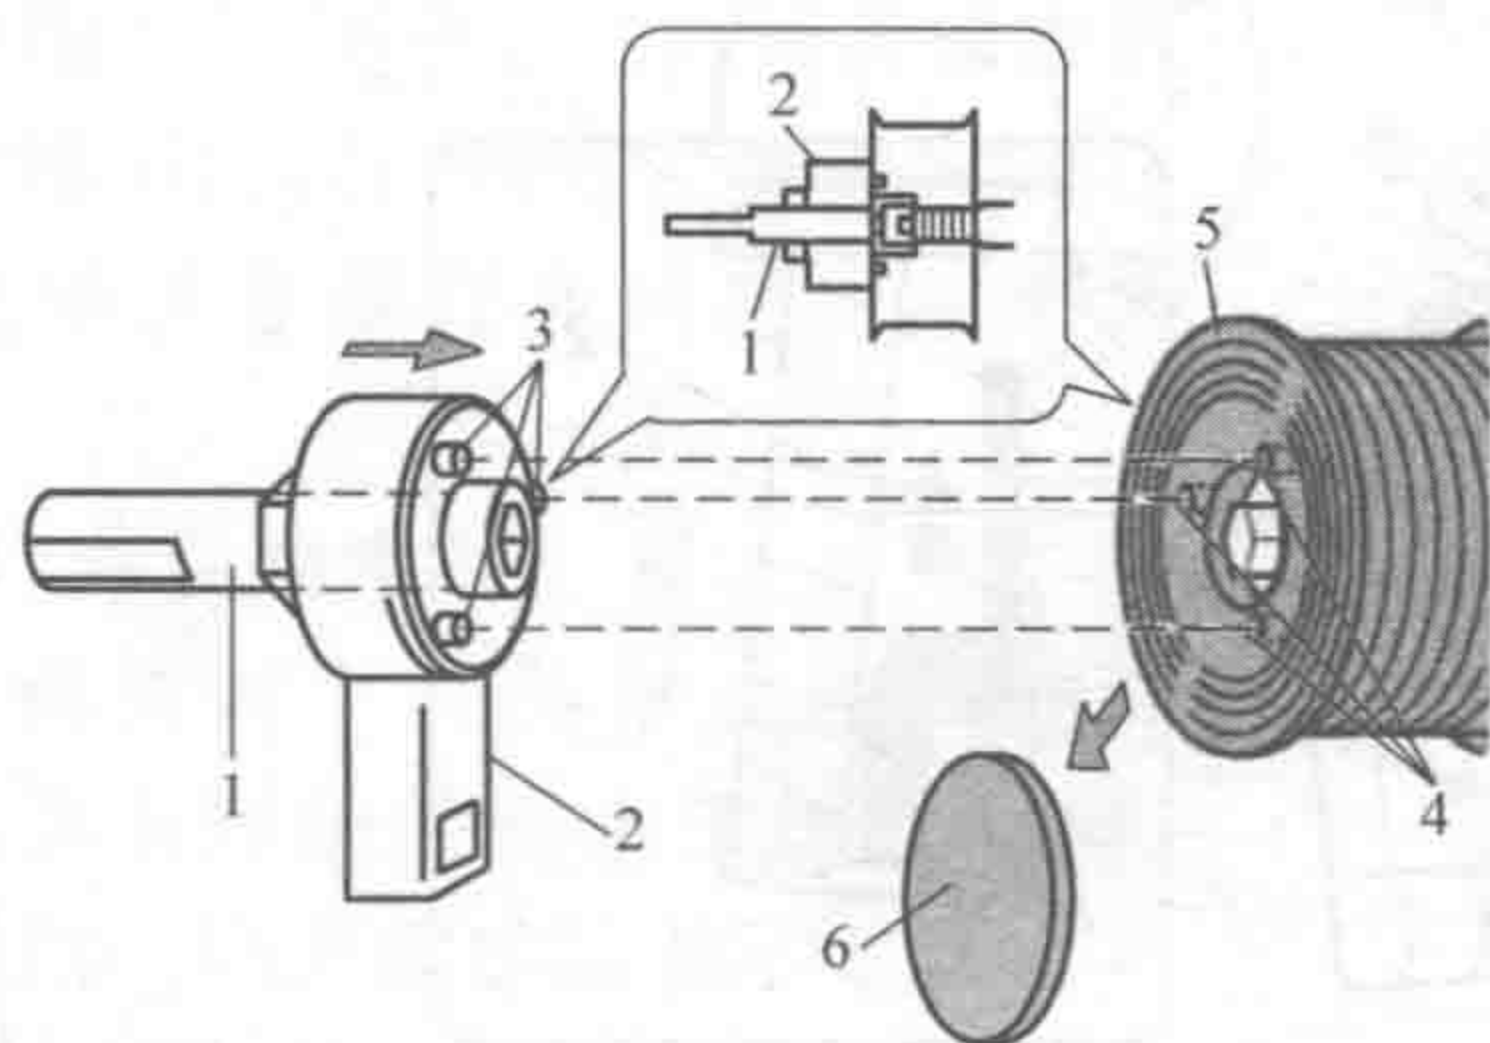

图 1-11 拆卸带有单向离合器的带轮时专用工具的使用
操作时,先拆掉发电机带轮的盖子,如图 1-11 所示,将 SST (A) 伸入轴内,使用 SST (B) 的 3 个小突起伸入发电机带轮的 3 个孔内。注意:带有单向离合器的带轮的这个盖子不可重复使用,所以安装时要安装一个新盖。